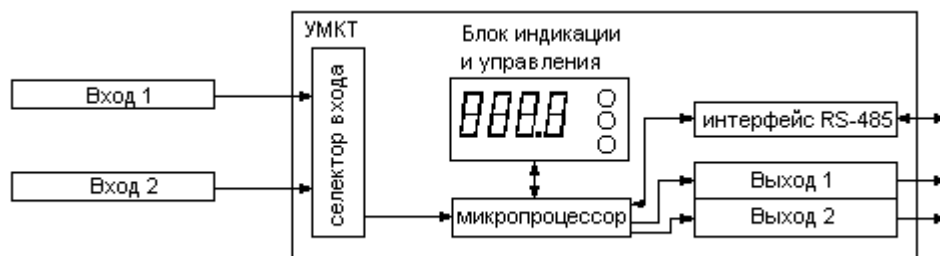

Рис. 1
4.1. Функциональная схема прибора приведена на рис. 1.